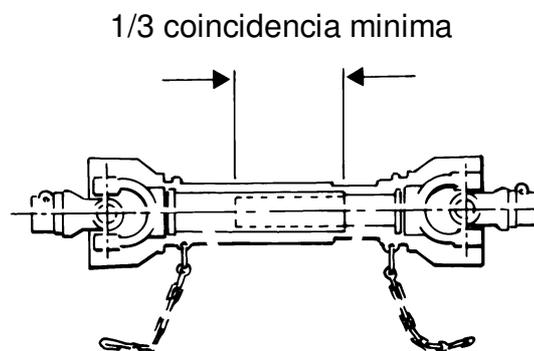

Fig 2
1. Separe el eje macho (item 1, fig 2) y eje de sexo femenino (item 2, fig 2) y sea conveniente para ellos al tractor y la cosechadora respectivamente.
7. Definitivamente, agregue las cadenas de seguro (item 3, fig 2) para asegurar fijando puntos sobre el tractor y la máquina asegurando que las cadenas no se over- apretarán cuando la máquina esté doblando.